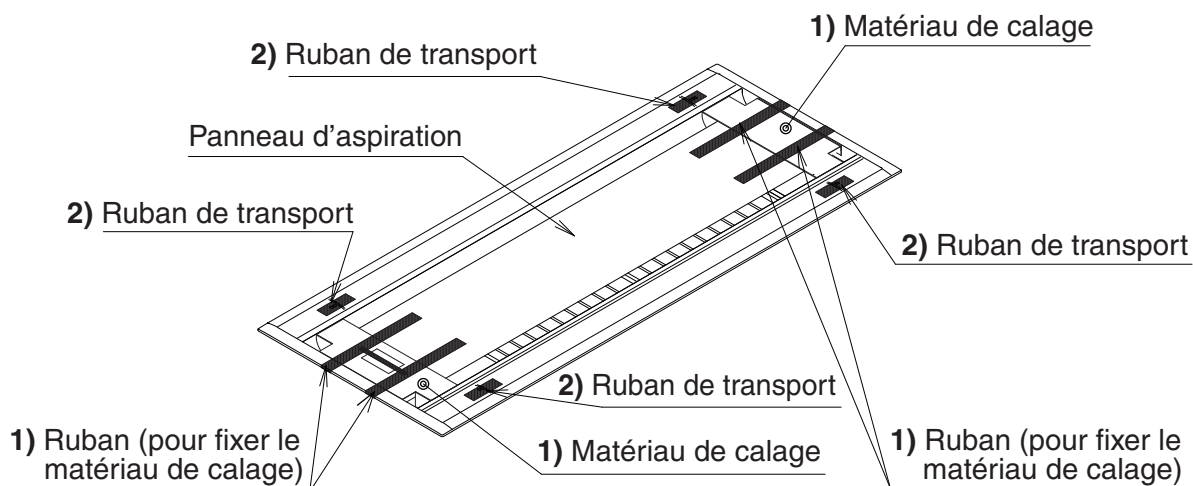

Fig. 1
2) Retirez le ruban de transport (4 emplacements). **(Reportez-vous à la Fig. 1)**